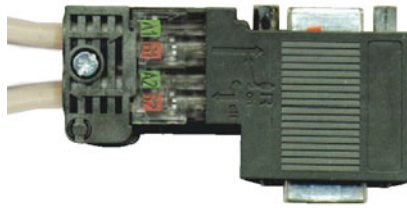

Abbildung 2.2: Busstecker mit eingebautem (de-)aktivierbarem Busabschluss
1. Nehmen Sie den Busstecker am Master ab (siehe Abbildung 2.2 auf Seite 15).